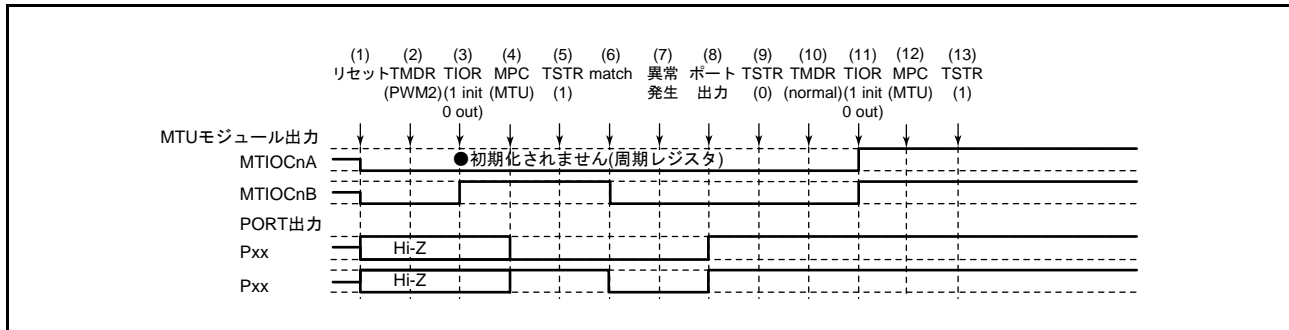

図 20.155 PWM モード 2 で異常が発生し、ノーマルモードで復帰する場合
PWM モード 2 で異常が発生し、再設定後ノーマルモードで再スタートする場合の説明図を図 20.155 に示します。
(1) ~ (9) は図 20.155 と共通です。
(10) PWM モード 1 を設定します。
(11) TIOR レジスタで端子を初期化してください (PWM モード 1 では MTIOcNB (MTIOcND) 端子に波形が出力されません。出力すべきレベルがある場合は、I/O ポートのポート方向レジスタ (PDR)、ポート出力データレジスタ (PODR) で汎用出力ポートの設定をしてください)。
(12) MPC と I/O ポートのポートモードレジスタ (PMR) で MTU 出力としてください。
(13) TSTRA レジスタで再スタートします。
(15) PWM モード 2 で動作中に異常が発生し、PWM モード 2 で再スタートする場合の動作
(10) PWM モード 2 で再スタートする場合には必要ありません。
(11) TIOR レジスタで端子を初期化してください (PWM モード 2 では周期レジスタの端子に波形が出力されません。出力すべきレベルがある場合は、I/O ポートのポート方向レジスタ (PDR)、ポート出力データレジスタ (PODR) で汎用出力ポートの設定をしてください)。
(16) PWM モード 2 で動作中に異常が発生し、位相計数モードで再スタートする場合の動作
(17) 位相計数モードで動作中に異常が発生し、ノーマルモードで再スタートする場合の動作